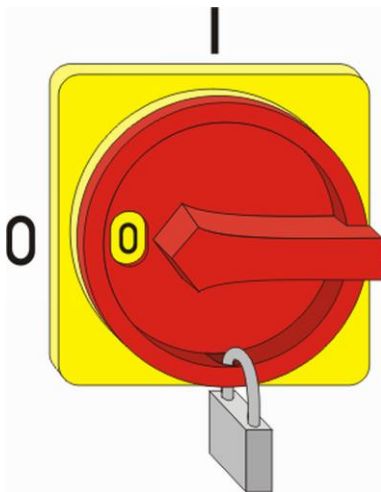

Abb. 30: Hauptschalter sichern
2. Hauptschalter gegen Wiedereinschalten mit einem Schloss sichern (Abb. 30).